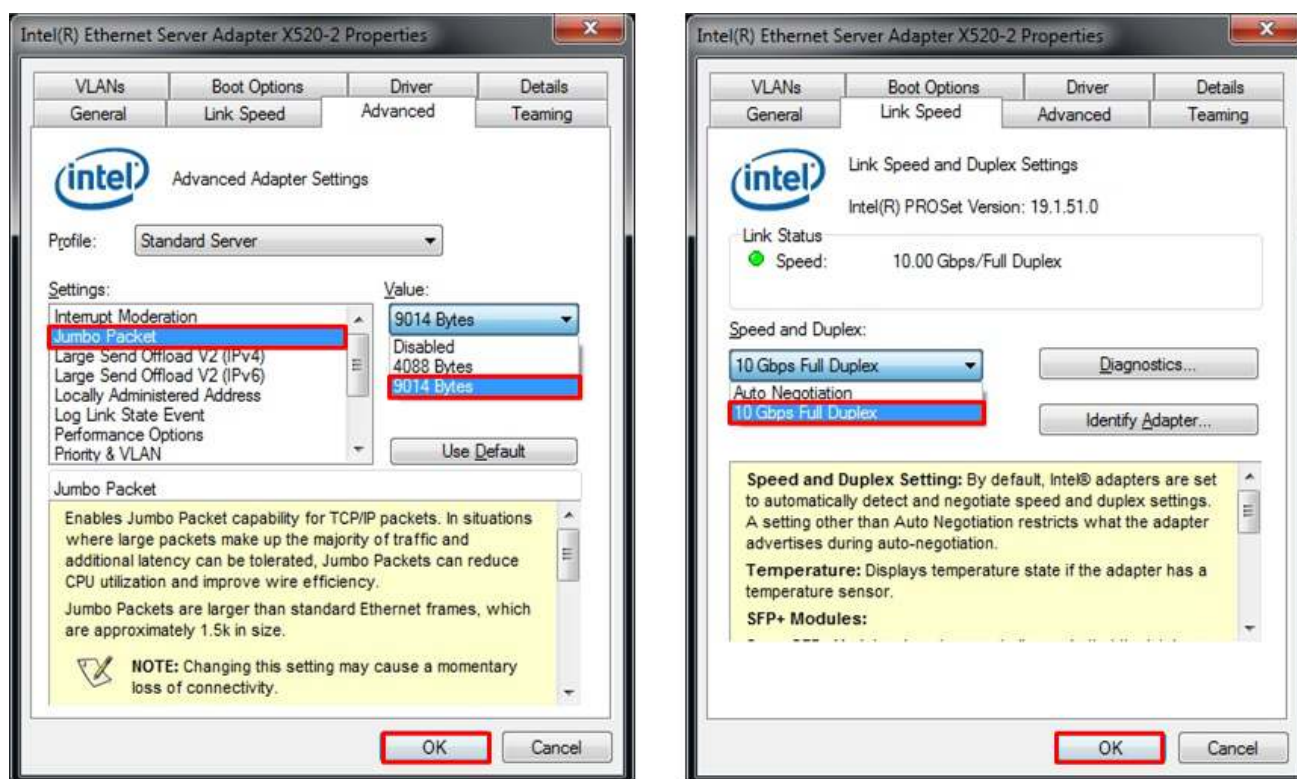

図 3-3: リンク速度とジャンボ・フレーム設定
- アドバンスタブにて、ジャンボパケットを選択し、図 3-3 の左図のように、ジャンボ・フレームを評価する場合“9014 バイト”に、非ジャンボ・フレーム評価の場合、“Disabled”を設定します。
- リンクスピードタブにて、図 3-3 の右図のように 10 ギガビット転送テストのために、“10 Gbps Full Duplex”を選択します。